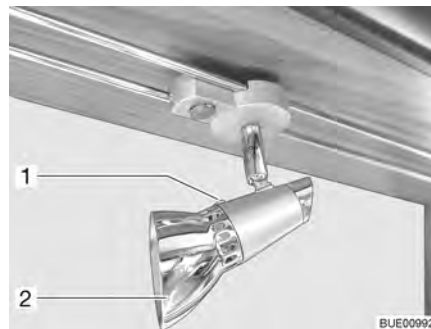

Fig. 210 Spot halogène (coulissant)
- Dévisser la vis de fixation (Fig. 210,1).
- Retirer l'abat-jour (Fig. 210,2).